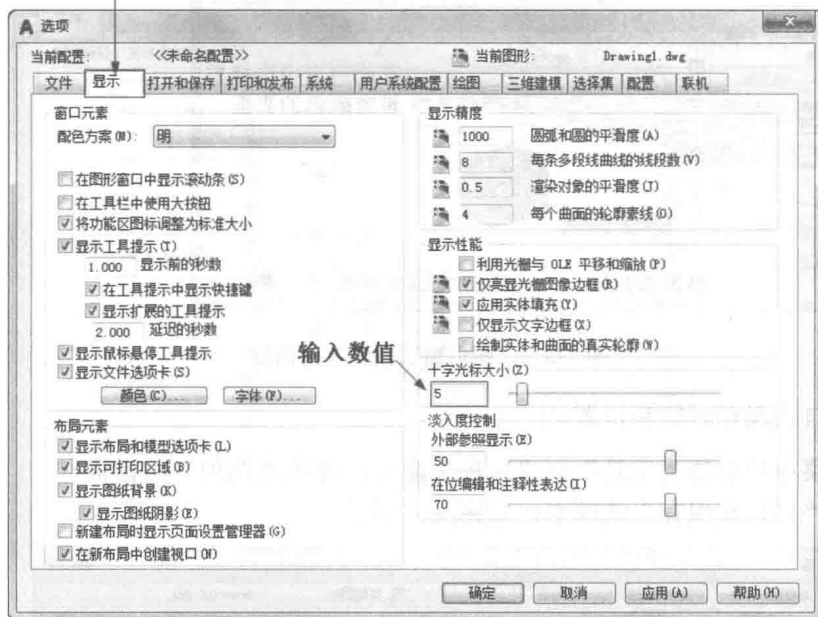
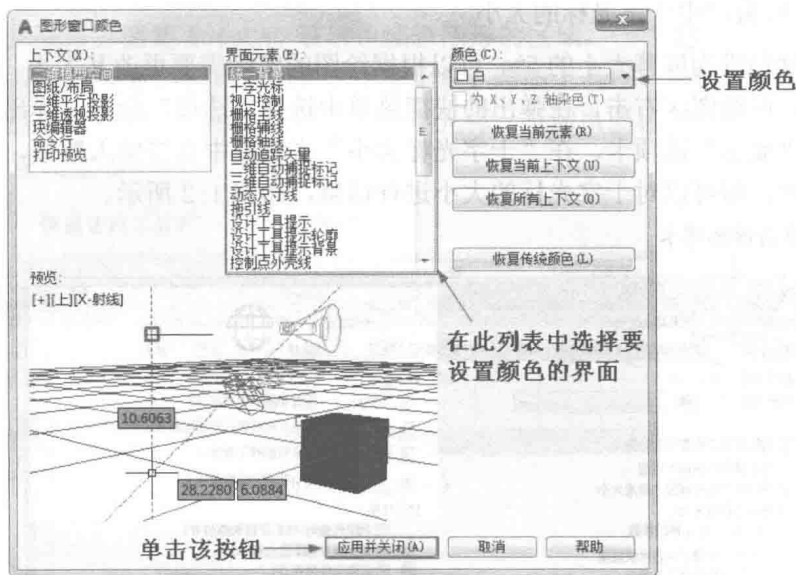

图 1-2 “显示”选项卡
图 1-3 “图形窗口颜色”对话框
光标的长度预设为屏幕大小的 5%，可以根据绘图的实际需要更改其大小。改变光标大小的方法为：在绘图区右击，在弹出的快捷菜单中选择“选项”命令，弹出“选项”对话框；单击“显示”选项卡，在“十字光标大小”文本框中直接输入数值，或者拖动文本框后的滑块，即可以对十字光标的大小进行调整，如图 1-2 所示。
1) 在图 1-2 所示的“显示”选项卡中单击“窗口元素”选项组中的“颜色”按钮，弹出如图 1-3 所示的“图形窗口颜色”对话框。